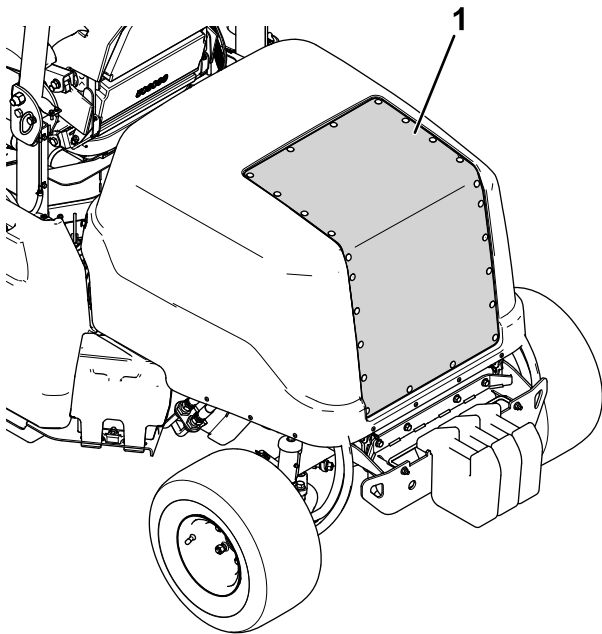

Figura 73
2. Utilizzate aria compressa per pulire la griglia del cofano (mostrata nella Figura 73). Indirizzate l'aria all'esterno della macchina.